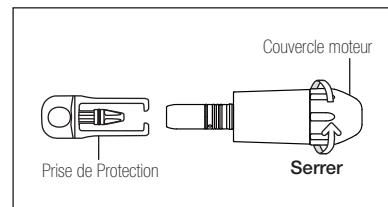

Fig.10
- 4) Vissez le couvercle du moteur sur le moteur. Placez la Prise de Protection sur l'insert du moteur. (Fig. 10)